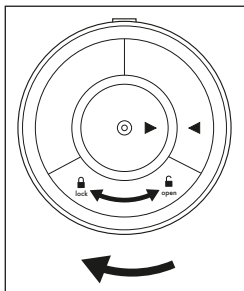

Bild 2
7. Sätt tillbaka batterifackets låsning **13** igen. Vrid batterifackets låsning **13** medsols mot läget **lock** tills de två markeringarna ► ◄ är på samma höjd och batterifackets låsning **13** klickar fast (se bild 2).